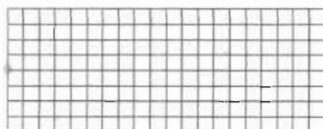

图 7-19
(4) 返回“图案填充和渐变色”对话框，在其中单击“添加：选择对象”按钮, 然后选择矩形并回车，最后单击“确定”按钮，完成图案填充，完成的图例效果如图 7-19 所示。